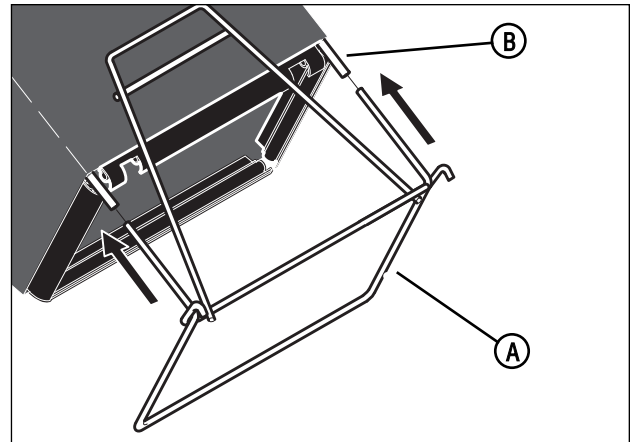

Figura 7: Instalación del armazón
1. Deslice el armazón (A, Figura 7) dentro de los extremos del tubo de soporte (B). Asegúrese que el armazón esté completamente insertado dentro del tubo de soporte.